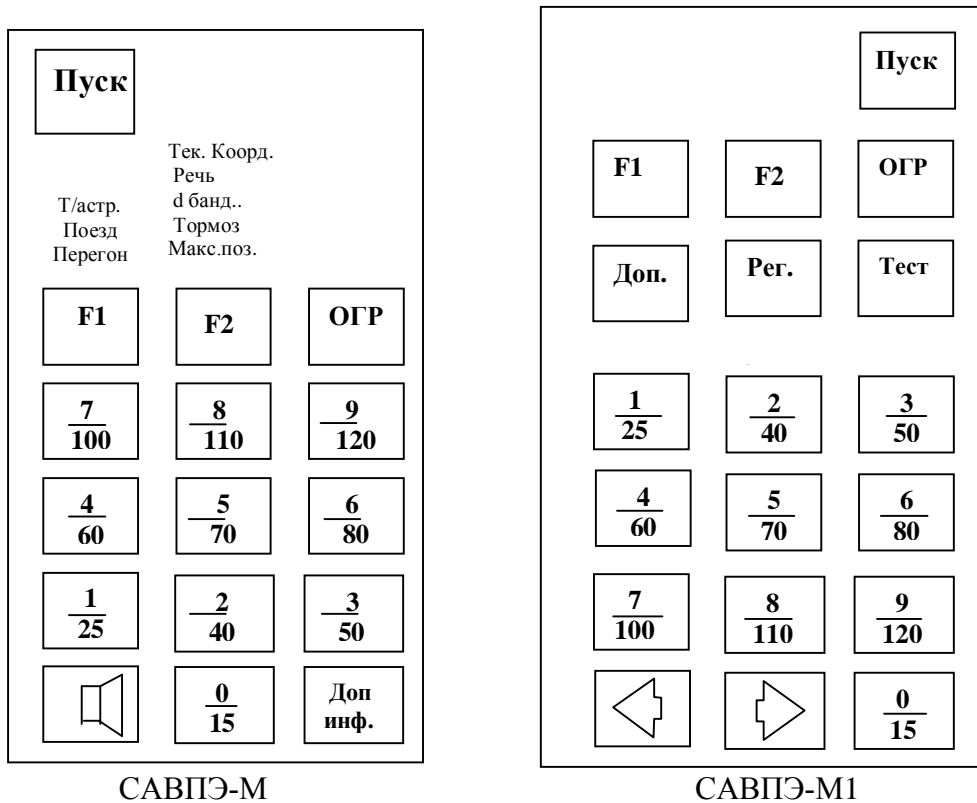

Рисунок 1
- ◆ кнопок, расположенных на блоке клавиатуры (Рисунок.1):